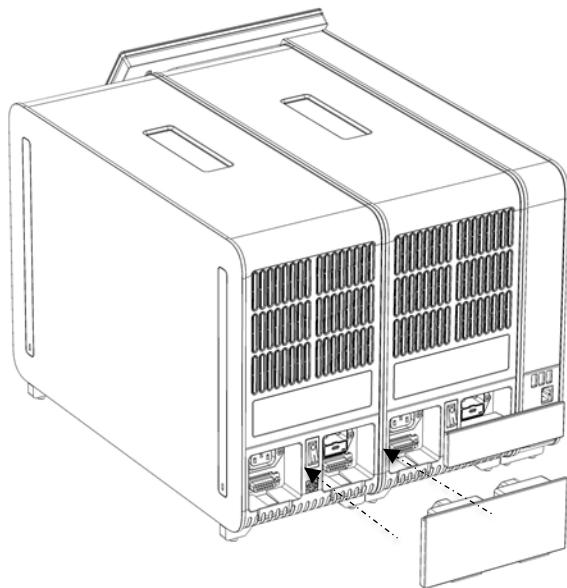

Abbildung 18. Anschließen des Analyse-/Analysemodul-Verbindungsstücks.
6. Schließen Sie das Analyse-/Analysemodul-Verbindungsstück an der Rückseite des QIAstat-Dx Analyzer 2.0 an, um die beiden Analysemodule miteinander zu verbinden (Abbildung 18).